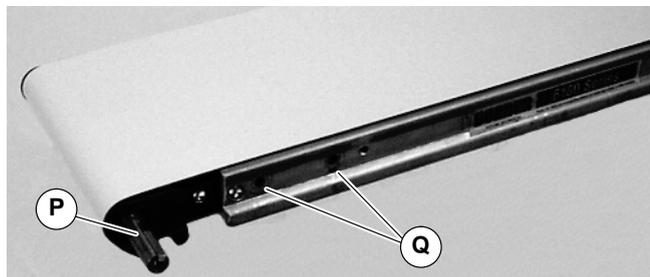

Abbildung 3
- Lage der Antriebswelle (P auf Abbildung 3) feststellen und zwei (2) Schrauben entfernen (Q).